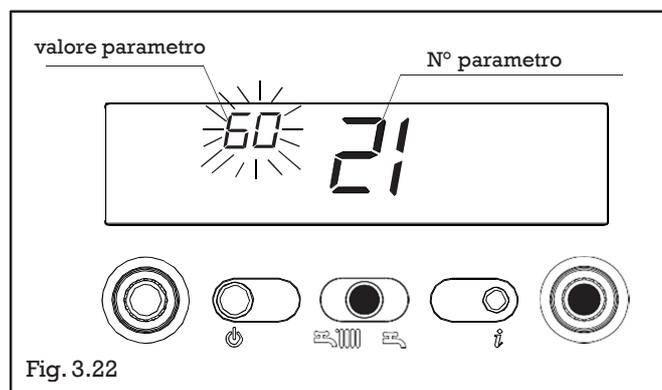

Fig. 3.22
- premere il tasto SELEZIONE/CONVALIDA per accedere alla modifica del valore del parametro: il valore impostato lampeggia (fig. 3.22)